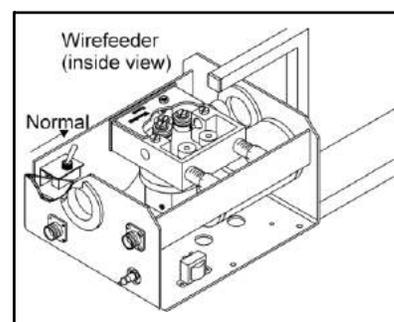

РИС. 3-11. ПЕРЕКЛЮЧАТЕЛЬ В НОРМАЛЬНОМ ПОЛОЖЕНИИ
7. Если ваш механизм подачи проволоки оснащен функцией возвратно-поступательного движения, установите переключатель в нормальное положение (см. рис. 3-11), прежде чем выполнить следующие действия.